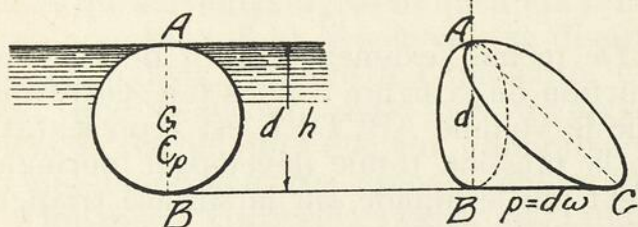

FIG. 7
d) Surface plane circulaire verticale, de diamètre d et tangente au plan du niveau libre (Voir Fig. 7).